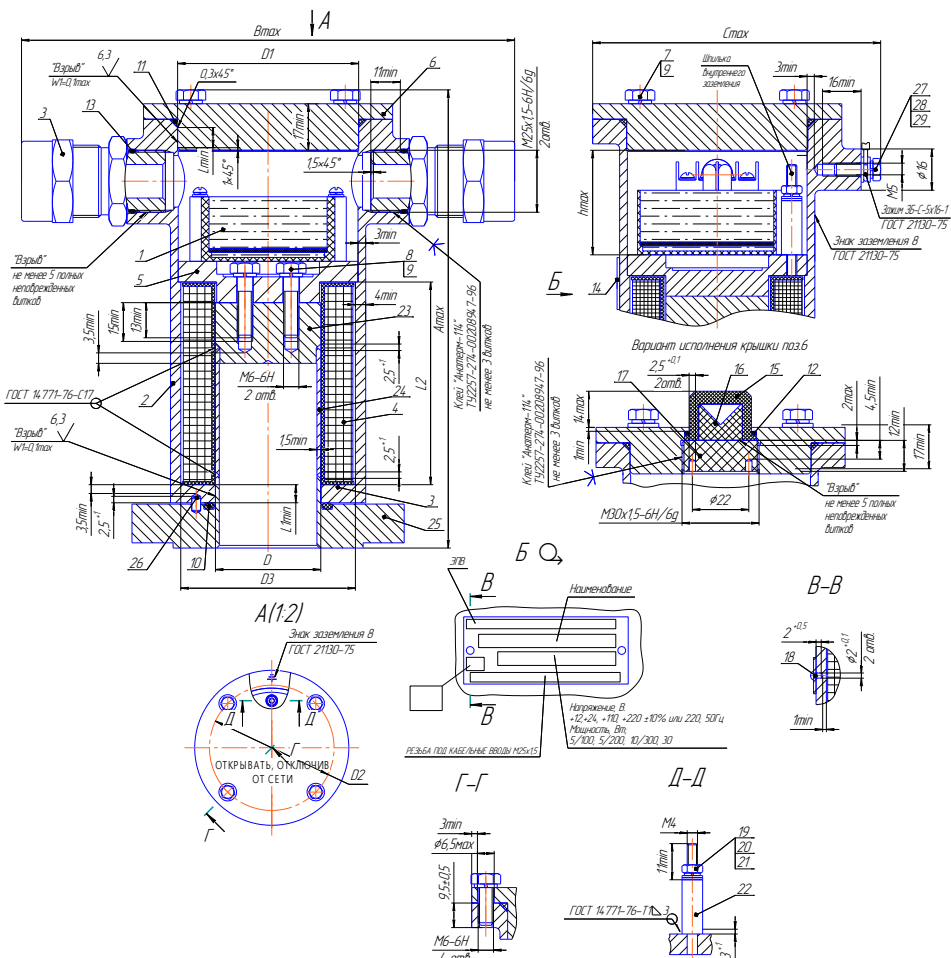

Рисунок 3. Привод. Чертеж средств взрывозащиты.
- заключения его электрических цепей во взрывонепроницаемые металлические оболочки по ГОСТ IEC 60079-1. Взрывоустойчивость оболочек проверяется при изготовлении испытаниями избыточным давлением 1,5 МПа. Сопряжения деталей, обеспечивающих взрывозащиту показаны на чертежах средств взрывозащиты (рисунок 3, 4). На поверхностях, обозначенных "Взрыв" не допускаются раковины, забоины, вмятины, ржавчина, чернота, наличие краски и другие дефекты.
9.3.1 Присоединить питающий кабель к приводу в последовательности (см. рис.3, 4, 5):